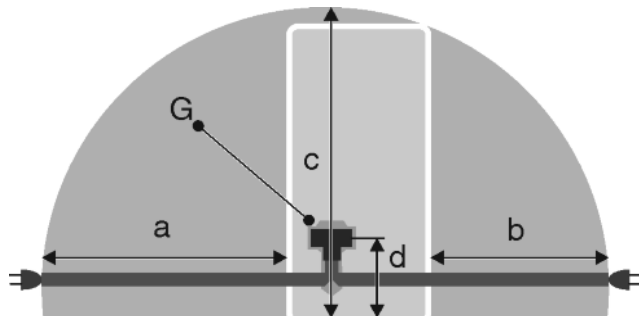

Fig. 31
- De contactdoos bevindt zich buiten het bereik van de achterzijde van het apparaat in het desbetreffende gedeelte *Fig. 31 (a, b, c)*.
- Breng de apparaatstekker *Fig. 31 (G)* aan de achterzijde van het apparaat aan. Let op het correct vastklikken.